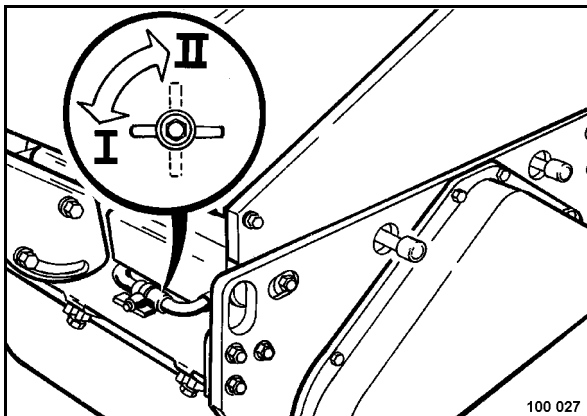

Рис. 44
- Для выключения переключить рычаг (Рис. 44) в положение "I".